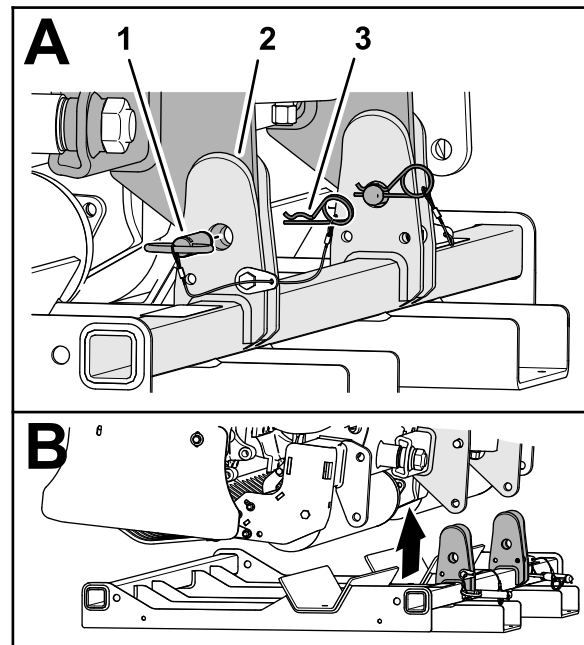

Figura 21
2. Retire os dois contrapinos que fixam os dois pinos do suporte de armazenamento ao suporte de armazenamento (Figura 21).
3. Retire os dois pinos dos suportes de armazenamento (Figura 21).